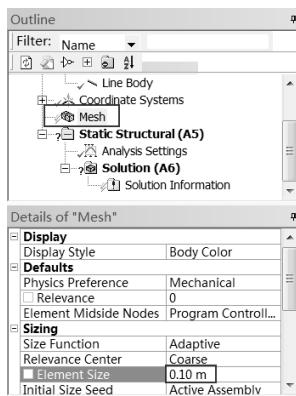

图 5-71 生成网格
Step1 :如图 5-71 所示, 选择 Mechanical 界面左侧 Outline (分析树) 中的 Mesh 选项, 此时可在 Details of “Mesh” (参数列表) 中修改网格参数。本例在 Sizing 的 Element Size 中设置为 0.1m , 其余采用默认设置。